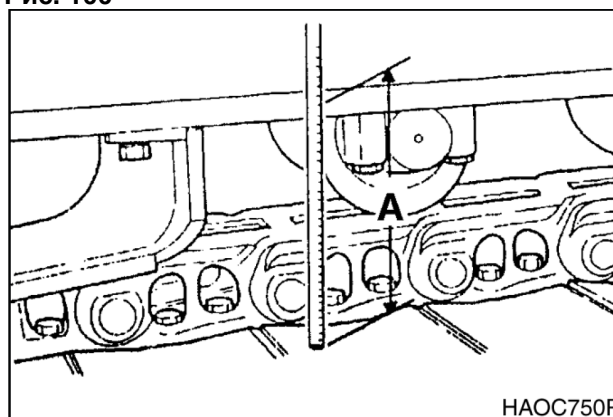

Рис. 101
2. Измерить расстояние (А, рис. 101) между нижней частью боковой рамы и верхней частью нижнего ходового башмака. Рекомендуемое натяжение для работы на поверхности любого типа 320 - 340 мм.